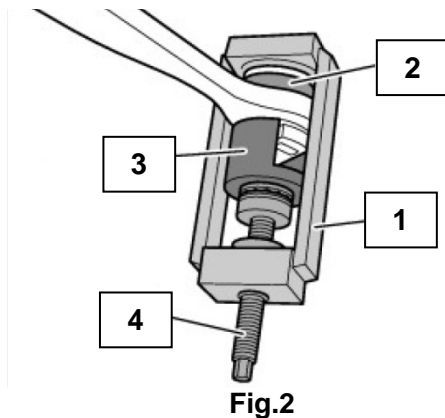

Fig.2
2. Coloque el casquillo de presión (2) con el lado abierto desde arriba sobre la rótula de suspensión.
3. Desatornille el husillo lo suficientemente hacia afuera del bastidor prensado (1).
4. Coloque el casquillo de sujeción (3), con el rebaje orientado hacia la rótula, en el husillo (4) (vea Fig.2).
5. Monte el bastidor prensado (1) sobre la rótula de suspensión. Asegúrese de que el casquillo de presión (2) esté colocado en el orificio del bastidor prensado y que el rebaje del casquillo de sujeción (3) esté alineado correctamente con la rótula de suspensión (vea la Fig.2).